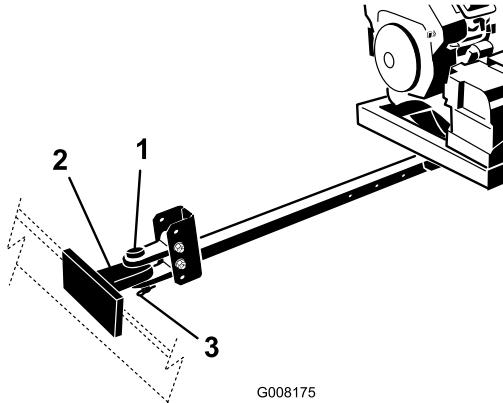

Рисунок 5
- Подсоедините вилку сцепного устройства воздуходувки к сцепному устройству буксирного автомобиля с помощью пальца и вилки сцепного устройства (Рисунок 5).